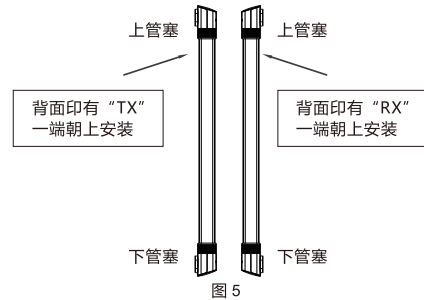

图5
4、用φ6钻头在墙上钻好安装孔,钉进塑胶柱,然后将M4*25的自攻螺钉将上下安装座固定(图5),一对光栅的主机和从机高度要在同一水平面上(注意:光栅的方向不能装反,上管塞要安装在上方,下管塞要安装在下方,否则会在存在进水损坏的风险)。